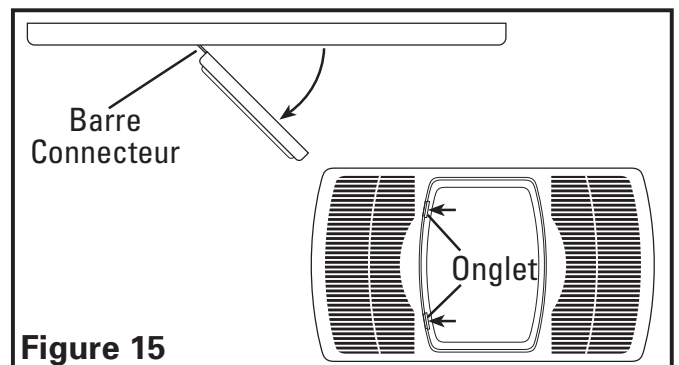

Figure 15
6. Fermer les lentilles de lumière et fixer en place en les basculant en position et en pressant les onglets en place (Figure 15).